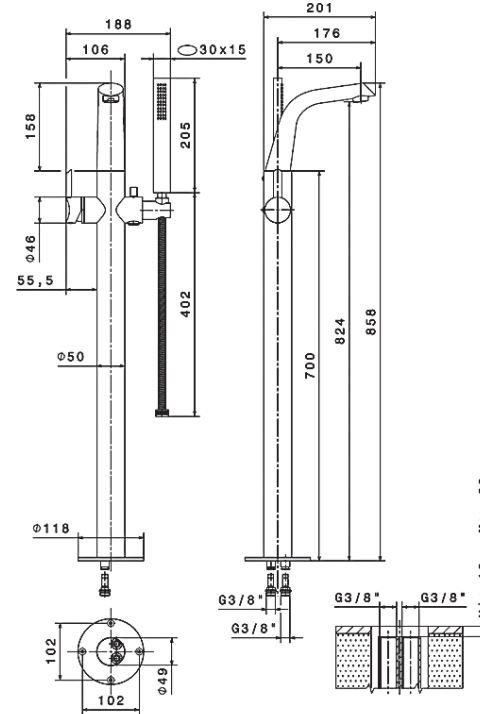

Abb.1
1. Wählen Sie die Montagestelle der Mischbatterie und suchen Sie Wassersteckdosen für Warm-/ Kaltwasser aus, siehe Abb. 1.